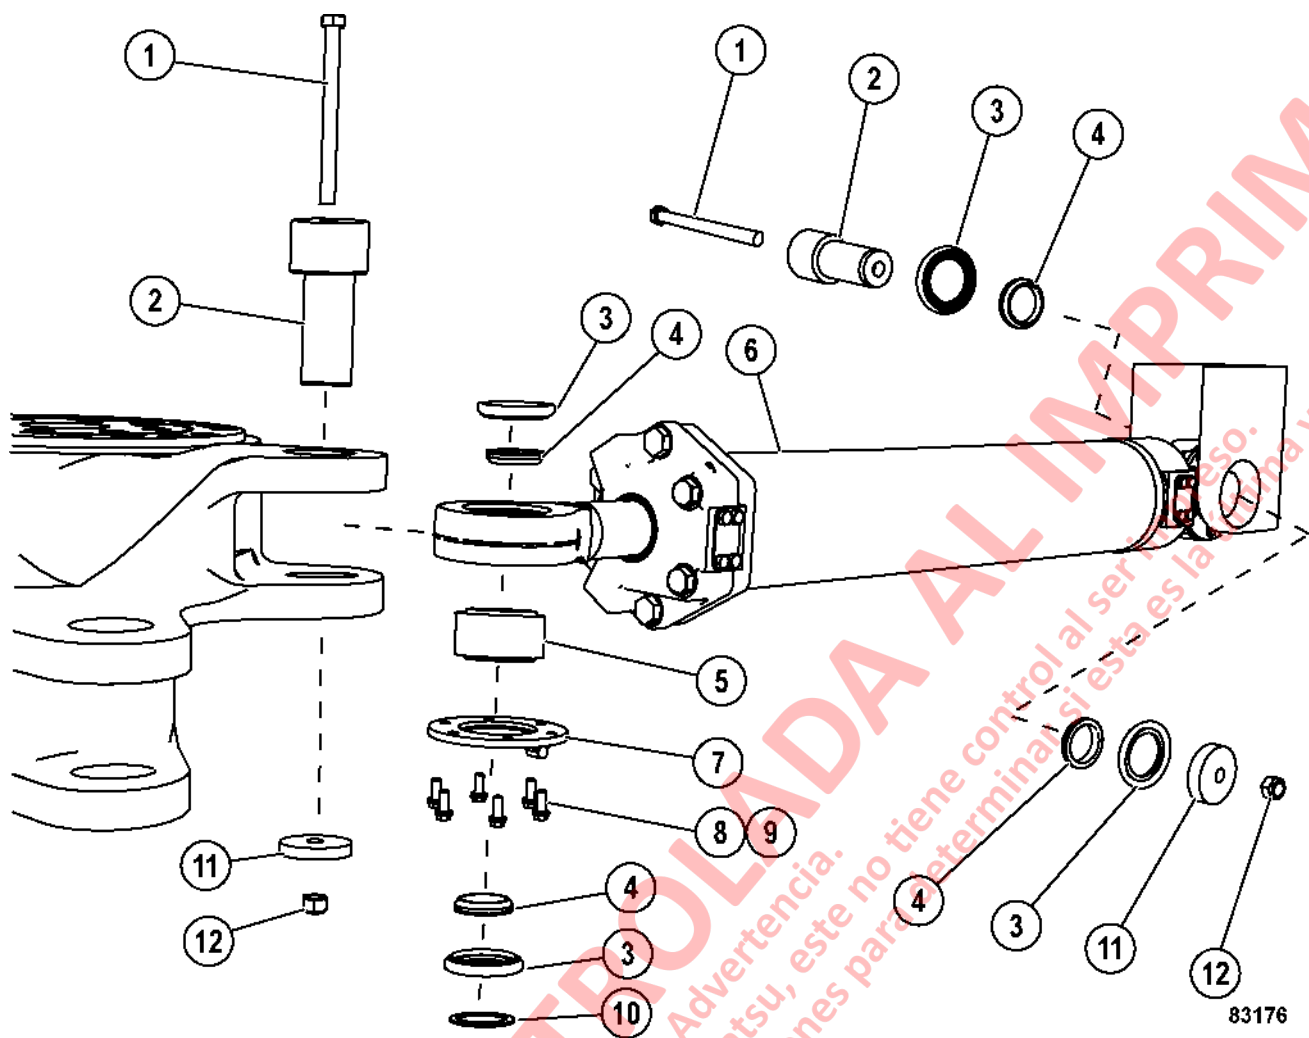

FIGURA 3-11.MONTAJE DEL CILINDRO DE DIRECCIÓN Y VÁSTAGO DE ENLACE
4. Retire las tuercas de seguridad (Figura 3-11, 12), retenes (11) y la tapa de los pernos (1) de ambos extremos del cilindro de dirección.
6. Remueva los pasadores (2) de cada extremo del cilindro y moverlos a un área de trabajo limpia. Espaciadores (4) será libre cuando se retira el pasador. **Asegurar los espaciadores de rodamientos no se caigan fuera y se dañen al retirar el pasador.**
8. Retire los sellos (3), los espaciadores (4) y la arandela (10).
NOTA: Asegúrese de anti rotación retenedor (7, figura 3-11) se instala hacia abajo.
1. Retire los pernos (8, Figura 3-11) y las golillas de seguridad (9). Retire el retén del rodamiento (7).
2. Presione el rodamiento (5) para sacar de la cavidad en el cilindro de la dirección o en el extremo del vástago de enlace.
4. Instale los retenedores (7) anti rotación con los pernos y las golillas de seguridad. Apriete los pernos a torque estándar.